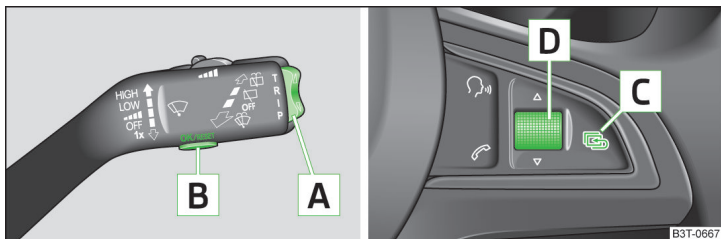

Fig. 24 Taste/roțiță: la maneta de comandă / la volanul multifuncțional
Unele funcții ale sistemului informativ se pot opera cu tastele din maneta de operare, respectiv de pe volanul multifuncțional » fig. 24.
După apăsarea tastei **A** » fig. 24 la pagina 40 este afișată mențiunea care a fost afișată ultima dată.
- Apăsăți prelung tasta [B], respectiv roțița [D] » fig. 24 la pagina 40.